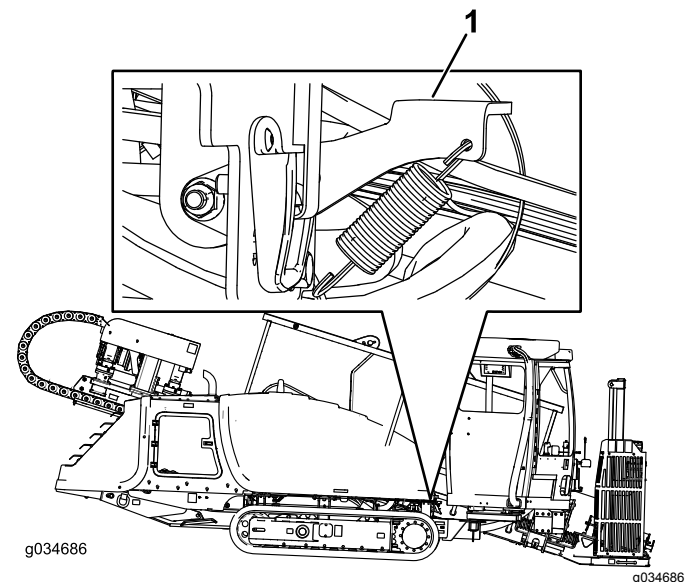
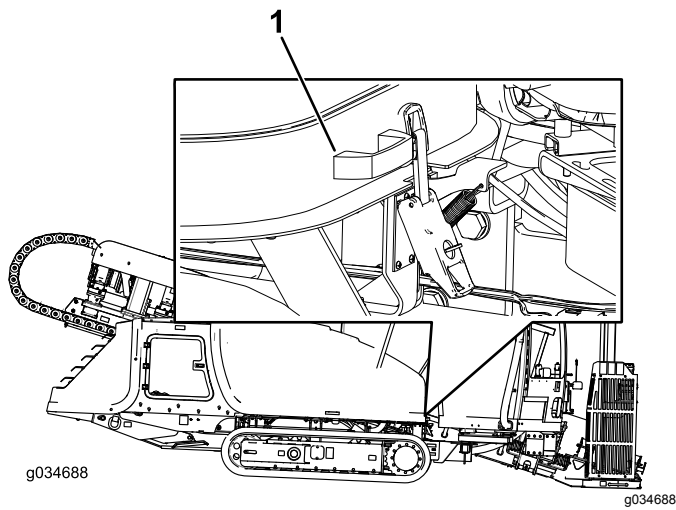

Figure 70
Figure 71
3. Relevez le verrou du capot, comme montré à la Figure 70.
4. Laissez le verrou du capot relevé (Figure 70) et tirez sur la poignée, comme montré à la Figure 71.